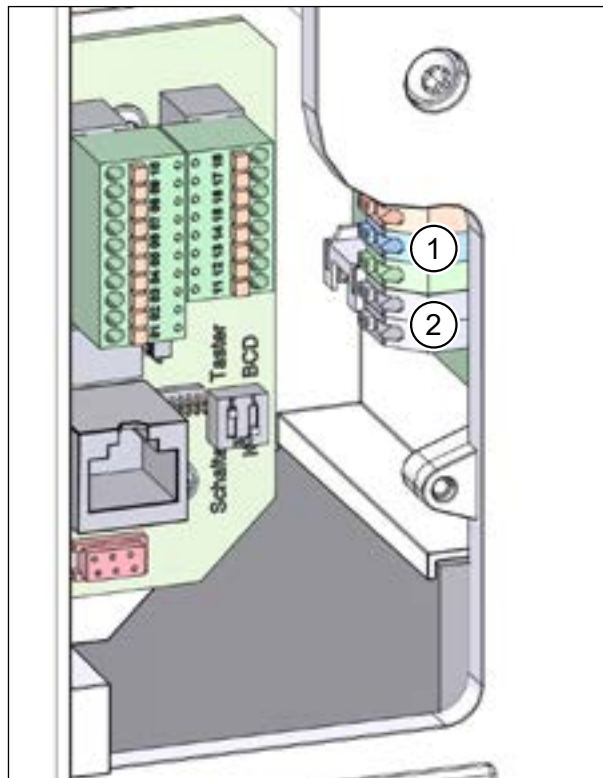

Рис. 48: подключить опцию M-WRG-II O/EGG-AUS
- При необходимости, подключите кабель системы управления для ввода сообщений об ошибках (поз. 1 на рис. 48) и/или ввода команды „Установка ВЫКЛ“ (поз. 2 на рис. 48) на панели подключений в вентиляционной установке (см. монтажную схему и описание в разделе 10.9.3 на стр. 31).